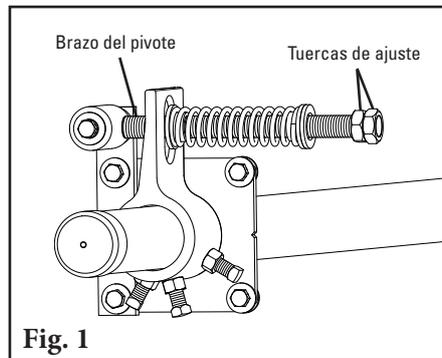

Fig. 1
1. **Elimine la tensión.** Afloje las tuercas de ajuste y gírelas hasta que estén al ras con los brazos de pivote (Fig. 1). Esto libera la tensión de la hoja en la banda.